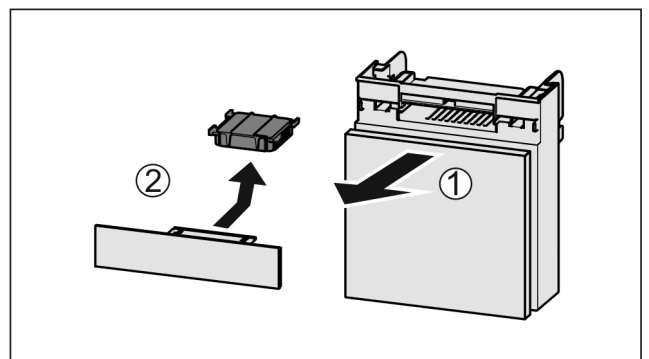

Fig. 172
- Húzza ki Fig. 172 (1) előrefelé a rekeszt.
- Vegye ki az aktívszén-szűrőt Fig. 172 (2).